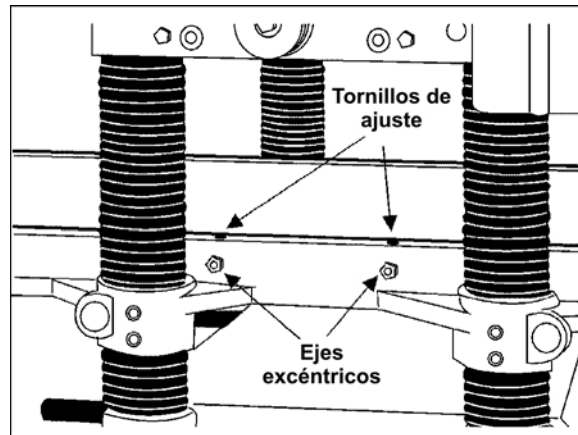

Figura 15
3. Afloje los tornillos de ajuste en un lado de la mesa (Figura 15) con una llave allen de 3 mm. y gire los ejes excéntricos para elevar o descender los rodillos.